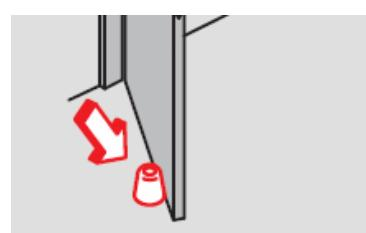

Рис. 9. Установка дверного стопора.
2. Для дверей, которые открываются на угол более 130°, необходима установка стопора для ограничения угла открывания двери, например, **OGRO TZ 502x** (Рис. 9).